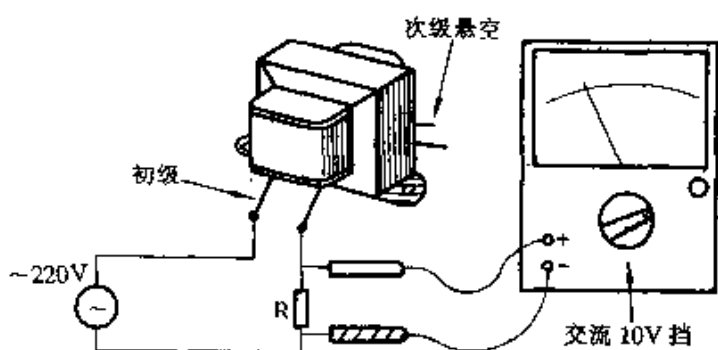

图 2-107
④ 检测电源变压器初级空载电流 I_0 : 如图 2-107 所示,电源变压器所有次级引线悬空,初级串接一只 $50 \sim 100\Omega$ 的电阻 R , 然后接入交流 220V 电源,用万用表“交流 10V”挡测量 R 上的压降 U_R , 根据 $I_0 = U_R / R$ 即可计算出初级空载电流。初级空载电流一般应在 20mA 以下,过大说明变压器质量差。